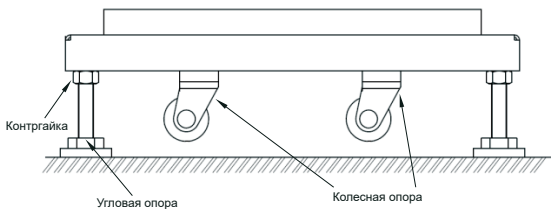

Рисунок 1 – Установка шкафов КСОД на опоры
3.1.5 После установки шкафа в предполагаемое место необходимо выкрутить фиксирующие угловые опоры аппаратных и кондиционерных шкафов до состояния устойчивости. Угловые опоры при этом должны быть выкручены вниз, колёсные опоры свободно вращаться, а контргайка угловых опор поднята вверх и протянута (рисунок 1).